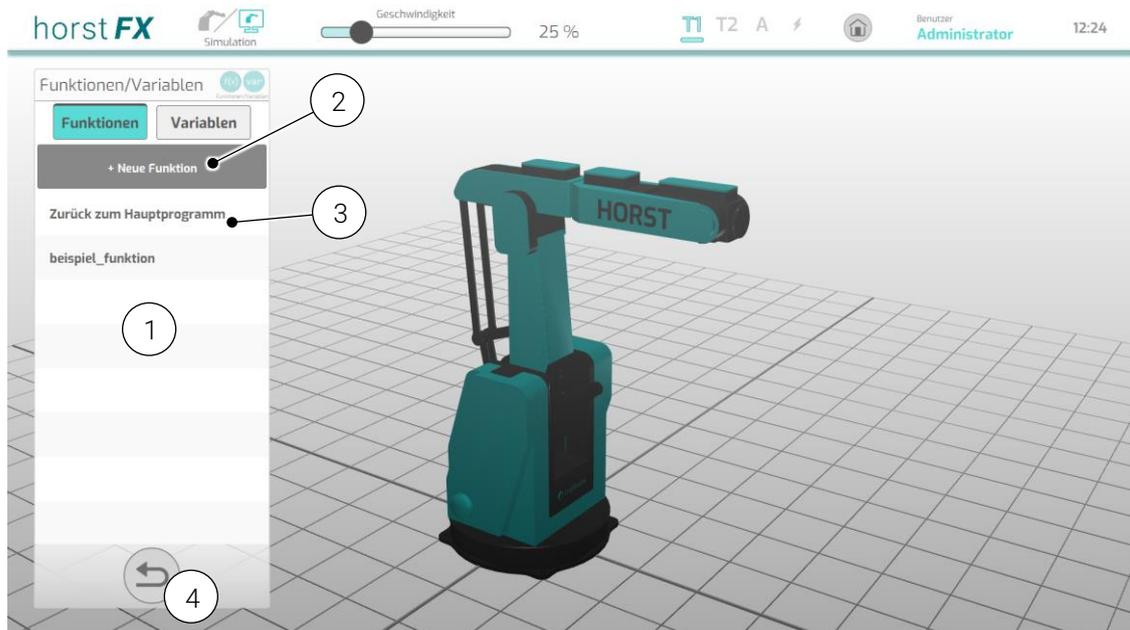

Abb. 6-51: Funktions-Auflistung
Durch Antippen des Buttons **f(x)** (1) in der Programmiersicht wird der Programmbaum durch eine Auflistung aller bestehenden Funktionen ersetzt (s. Abb. 6-51).